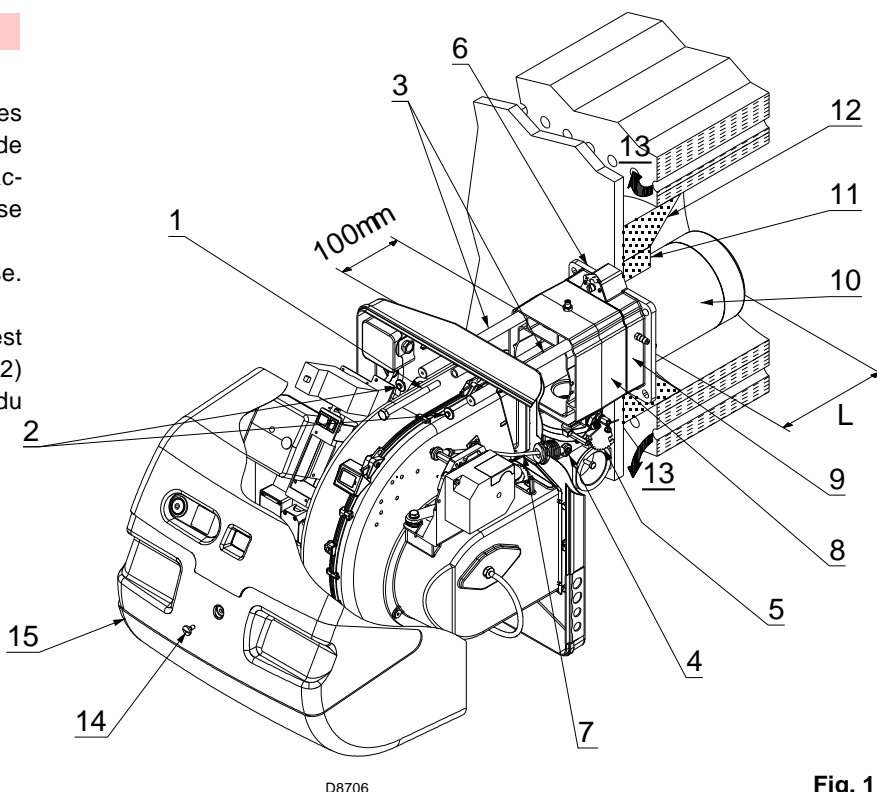

Fig. 11
La protection doit permettre l'extraction de la buse. Voir Fig. 11.
Séparer ensuite la tête de combustion du reste du brûleur, Fig. 11.
Une fois effectuée cette opération éventuelle, fixer la bride 9) (Fig. 11) à la plaque de la chaudière en interposant l'écran isolant 6) (Fig. 11) fourni avec l'équipement. Utiliser les 4 vis fournies, avec un couple de serrage de $35 \div 40$ Nm, après en avoir protégé le filetage avec des produits anti-grippants.
- remonter le brûleur 4) sur les glissières 3) à 100 mm environ du manchon 5) - brûleur dans la position illustrée dans la Fig. 11;